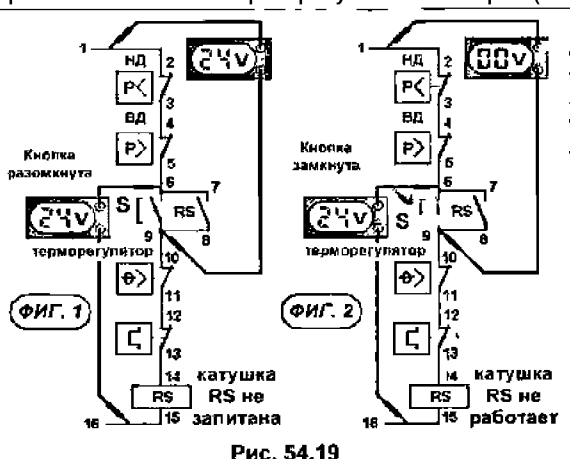

Рис. 54.19
**Решение упражнения №2.** При первом включении схемы после нажатия на кнопку S катушка RS не срабатывает. Рассмотрим результаты замеров (см. рис. 54.19).